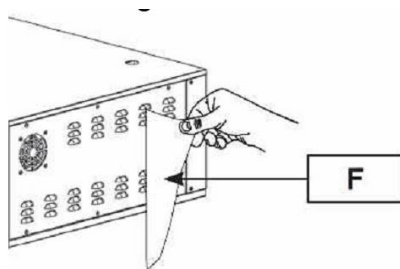

Рис.1
Убедитесь в том, что оборудование размещено на ровной и прочной поверхности. После распаковки оборудования, разместите его на подготовленную поверхность, принимая во внимание минимальные расстояния (рис.2). Снимите защитную упаковку и пленку (F) (рис.1). Не рекомендуется использовать для этого инструменты, способные повредить поверхность оборудования.